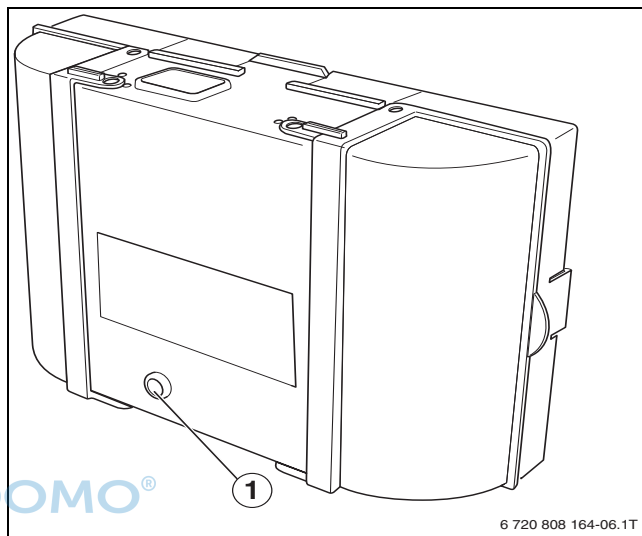

Bild 10 Störungen am Feuerungsautomaten zurücksetzen
- Reset-Taste am Feuerungsautomaten drücken (→ Bild 10). Die Störung wird nicht mehr im Display angezeigt.